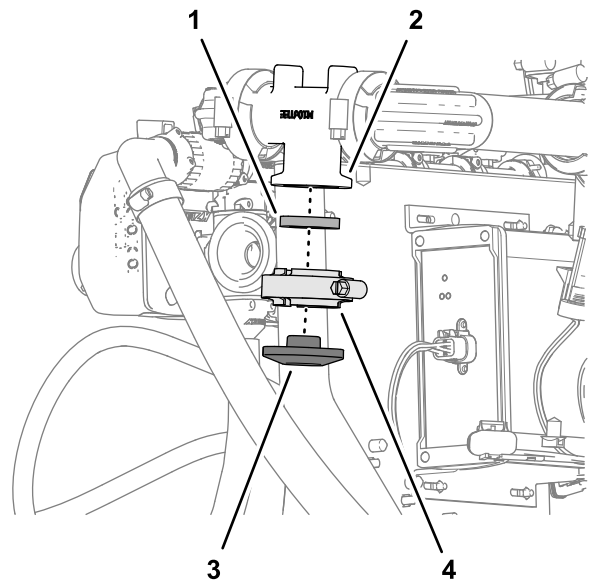

Figura 138
3. Monte el tapón simple sobre la brida del distribuidor del caudalímetro con la brida de fijación y la junta que retiró en el paso 2, y apriete la abrazadera a mano (Figura 138).